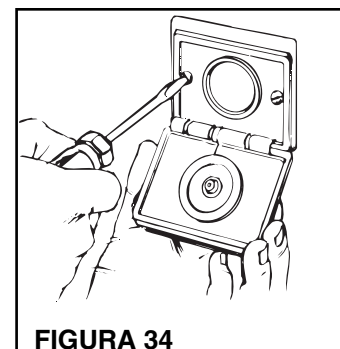

FIGURA 34
10. Inserte el enchufe de pared en la abrazadera y asegúrelo con los dos tornillos proporcionados (Figura 34).